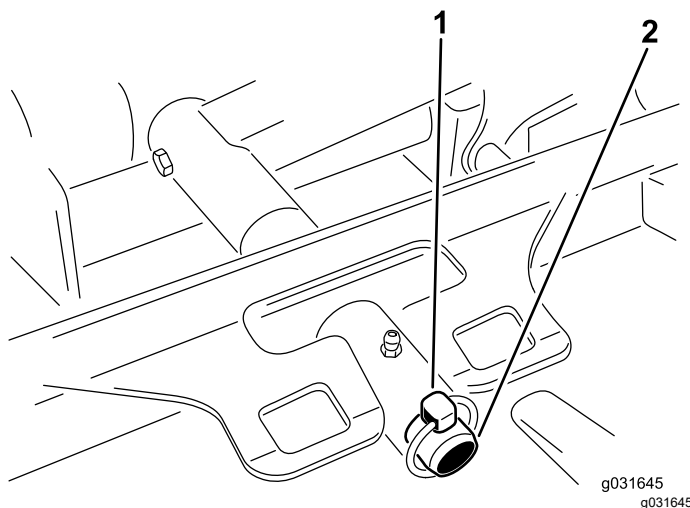

Figura 70
3. Togliete l'acciarino o il dado di ritegno che fissano il telaio portante dell'apparato di taglio al perno orientabile del braccio di sollevamento (Figura 70).
3. Fate scorrere il telaio portante dell'apparato di taglio sul perno orientabile del braccio di sollevamento e fissatelo con l'acciarino o il dado di ritegno (Figura 70).